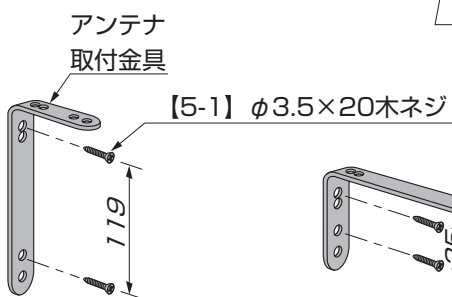

図7-1
- 金属に近い場合は図7-1のような取付けをしてください。
(図7-1参照)